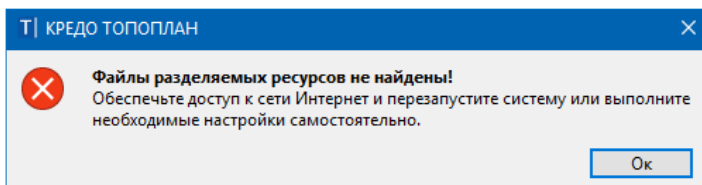

Рис. 2.2
- По умолчанию будут импортированы РР, поставляемые вместе с системой (хранятся по месту установки системы в папке **Credo-III\DBData** в виде файла формата DBX). Если по какой-то причине файл с поставочными разделяемыми ресурсами отсутствует, РР будут скачены с сайта компании. В этом случае для автоматической установки РР необходимо наличие сети Интернет, иначе система выдаст соответствующее предупреждение (рис. 2.2):